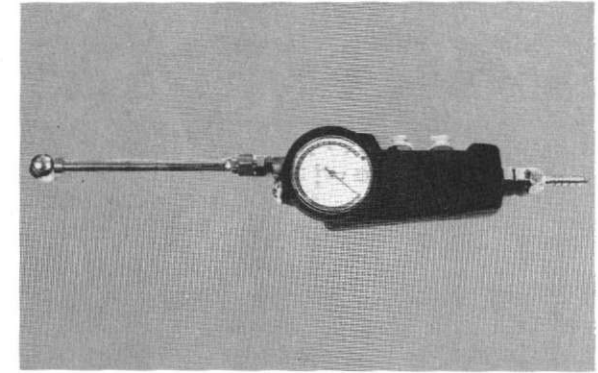

Fig. 6-3
- C. Tire pressure gauge (Fig. 6-3)
- C. Jauge de pression des pneus (Fig. 6-3)
- C. Reifenluftdruckprüfer (Bild. 6-3)